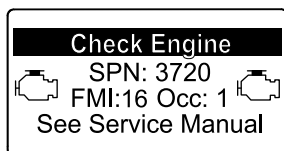

Bild 75
- Motorwarnung SPN 3720, FMI 16 (Bild 75)